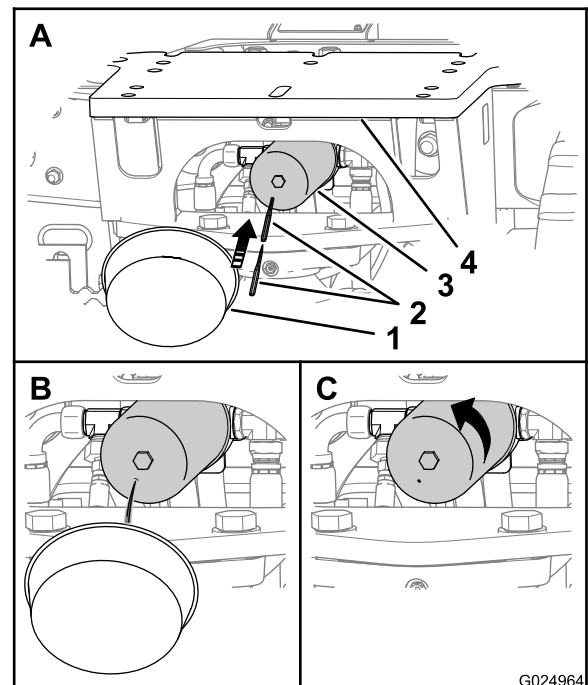

Bild 117
Hinweis: Der Hydraulikrücklauffilter ist von der Unterseite der Heckenbaugerätplatte der Maschine zugänglich (Bild 117).
1. Stellen Sie einen Behälter unter den Hydraulikrücklauffilter (Bild 117).
2. Stechen Sie in die Unterseite des Hydraulikrücklauffilters und lassen Sie restliches Hydrauliköl in den Behälter ablaufen (Bild 117).
3. Drehen Sie den Hydraulikrücklaufilter nach links und nehmen ihn ab (Bild 117).